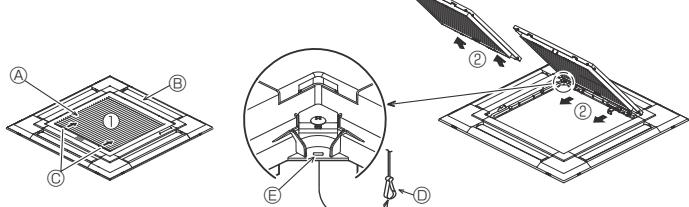

Fig. 9-3
9.2.1. Verwijderen van de gril van de inlaatopening (Fig. 9-3)
- Schuif de hendels in de richting die wordt aangegeven door de pijl ① om de gril van de inlaatopening te openen.
- Verwijder nu het scharnier van de gril van de inlaatopening zoals aangegeven door de pijl ②, terwijl de gril in de geopende positie staat.
[Fig. 9-3] [Fig. 9-4]